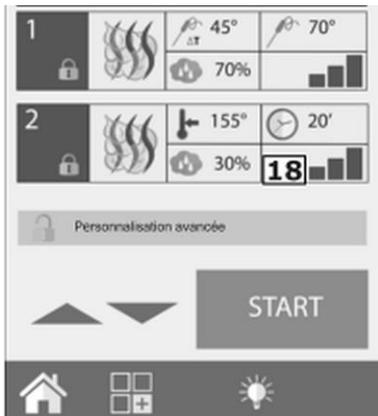

Fig. 22
1. Pour modifier un ou plusieurs paramètres de cuisson ou pour activer / désactiver le préchauffage automatique, appuyer sur la touche « Personnalisation avancée » (touche 18, Fig. 22).
3. Sélectionner le programme de cuisson de base, l'ouvrir et introduire les modifications voulues en appuyant sur la touche « Personnalisation avancée » (touche 18, Fig. 22).